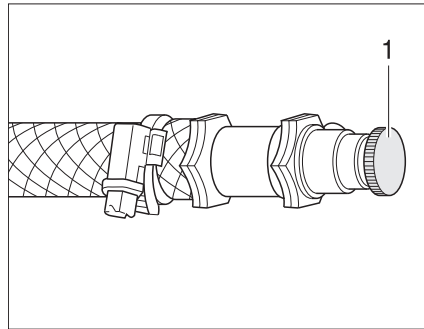

Bild 270 Entlüftungsventil Warmwasser-Heizung
- Das Entlüftungsventil (Bild 270,1) öffnen und geöffnet lassen, bis keine Luft mehr austritt.